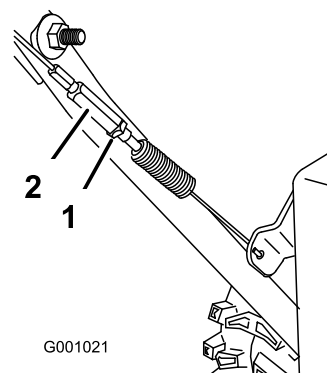

Figura 12
3. Serrate il controdado (Figura 12).